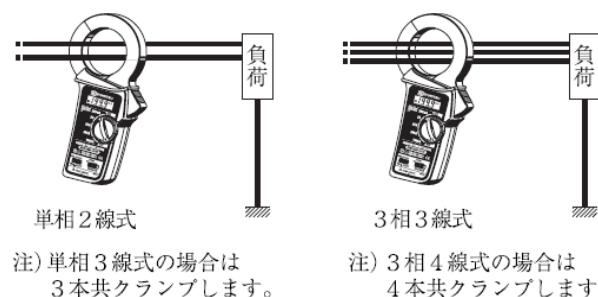

图 4、泄漏电流测量
- (3) 测量泄漏电流时，请夹住除接地线外的所有导线。显示数值即为泄漏电流。如图 4 所示。